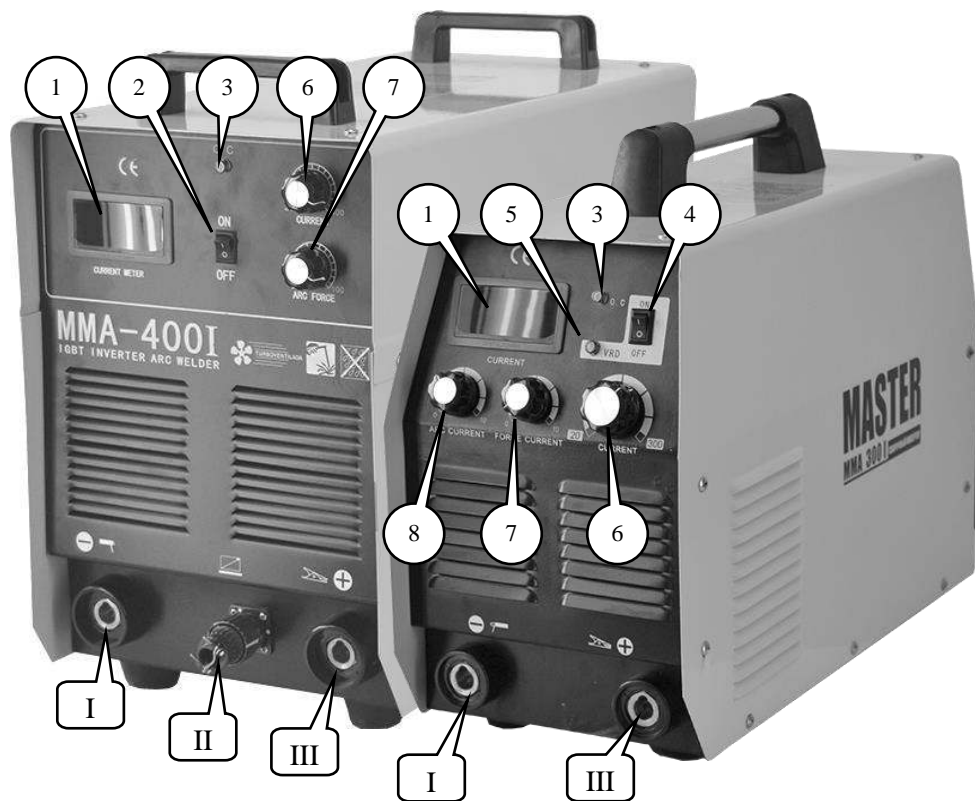

Рис. 1. Расположение органов управления и индикации.
- Подключить силовой разъем держателя электродов к разъему I (-) сварочного аппарата (Рис. 1).
- Подключить силовой разъем держателя электродов к разъему III (+) сварочного аппарата (Рис. 1) .
Для обеспечения лучшего поджига дуги в начале сварки, инвертор производит автоматическое кратковременное повышение сварочного тока. Это позволяет значительно облегчить начало сварочного процесса. Прибавка тока регулируется рукояткой 10 (Рис. 1) в пределах 0... 10А